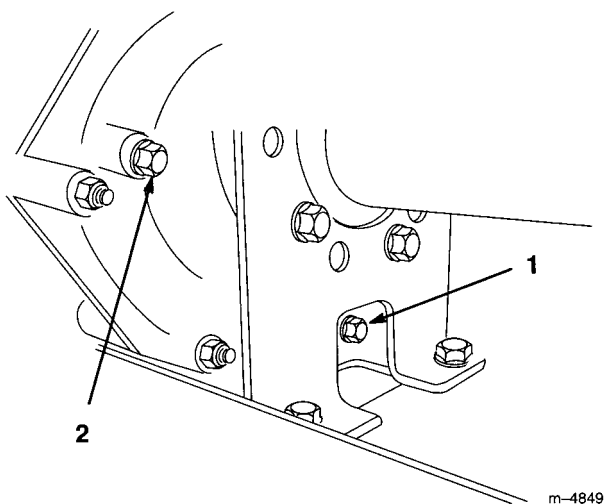

図 41
2. オイル槽の右側にあるドレンプラグ (図41) を外してオイルを容器に受け、オイルが完全に抜けたらプラグを元通りに取り付ける。